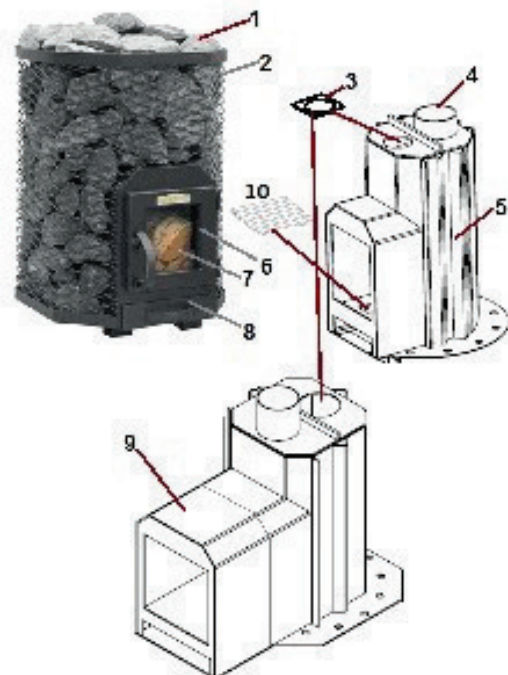

Рисунок 1. Части печи
1.1. Части каменки (см. рисунок 1)